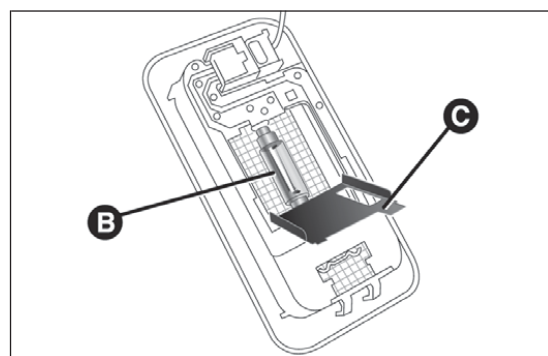

Abb. 196
- Die Klappe C Abb. 196 öffnen und die Lampe B ersetzen, indem sie aus den seitlichen Kontakten gelöst wird;